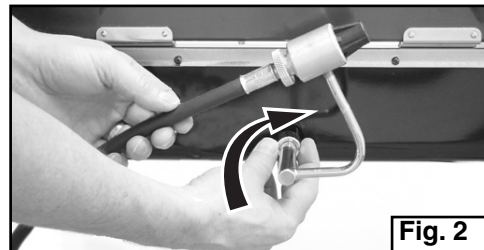

Fig. 2
- Attachez le tuyau au détendeur et le détendeur au réchaud. (Fig. 2)